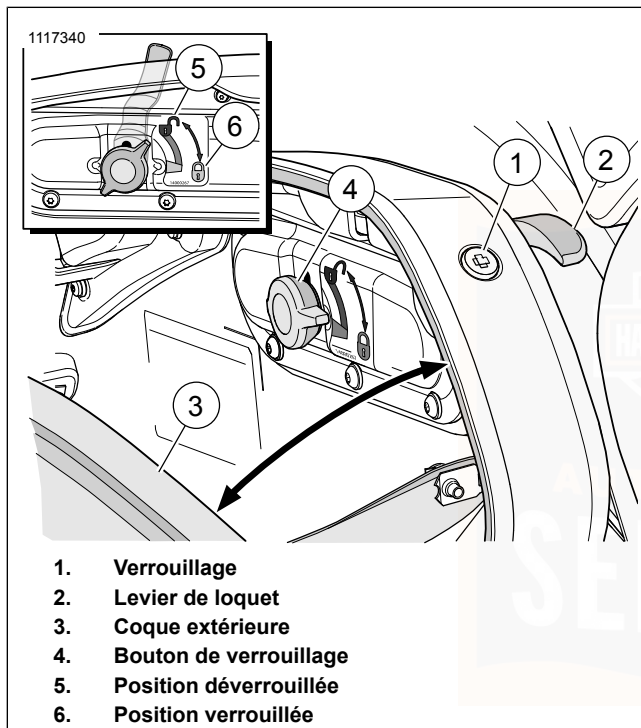
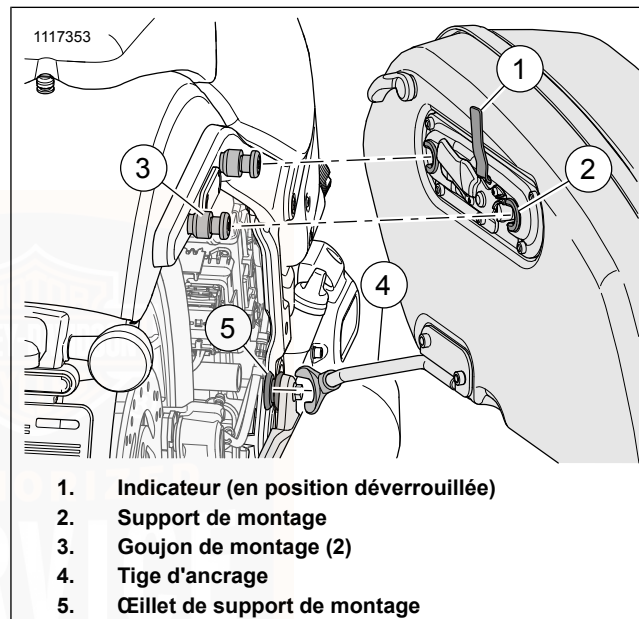
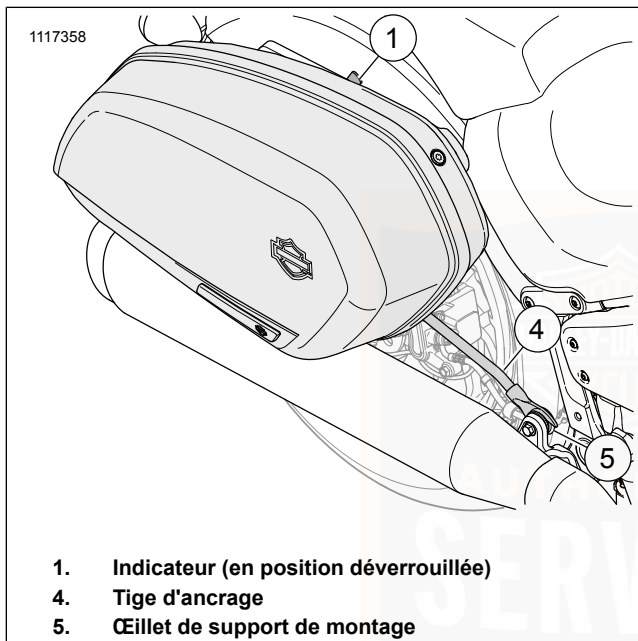

Figure 45. Bouton de verrouillage de sacoche
Figure 46. Support de montage de sacoche
Figure 47. Tige d'ancrage de sacoche
1. Voir Figure 45. Déverrouiller la sacoche.
- a. Introduire la clé dans le verrou (1) et tourner d'un quart de tour dans le sens antihoraire.
2. Soulever le levier de verrouillage (2).
3. Ouvrir la sacoche en séparant la coque extérieure (3) de la coque intérieure.
1. Voir Figure 45. Fermer la sacoche.
- a. Fermer la coque en soulevant la coque extérieure (3).
- b. Abaisser le levier de verrouillage (2) tout en maintenant la coque extérieure de la sacoche fermée.
- a. Introduire la clé dans le verrou (1) et tourner d'un quart de tour dans le sens horaire.
1. Voir Figure 45. Ouvrir la coque extérieure de la sacoche (3).
2. Tirer sur le bouton de verrouillage (4) et le faire tourner pour atteindre la position déverrouillée (5).
3. Fermer la coque extérieure de la sacoche et abaisser le levier de verrouillage (2).
4. Voir Figure 47. Faire glisser la sacoche vers l'arrière pour désengager la tige d'ancrage de sacoche (4) de l'œillet de support de montage (5).
3. Voir Figure 46 et Figure 47. Placer le support de montage de sacoche (2) sur les goujons de montage (3) tout en alignant la tige d'ancrage de sacoche (4) sur l'œillet de support de montage (5). Faire entièrement glisser la sacoche vers l'avant.